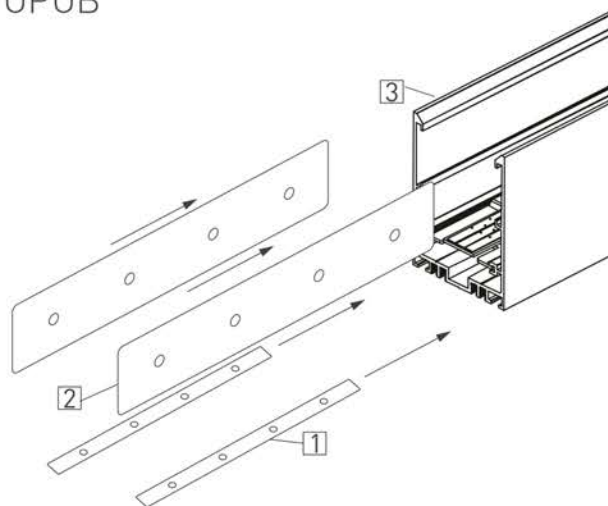

Рис. 5. Установка соединителей в пазы шинпровода
- 3.20. Установите в пазы шинпровода [3] коннекторы SIDE [2] и UP [1] на половину длины и закрепите их установочными винтами из комплекта поставки (см. рисунок 5).